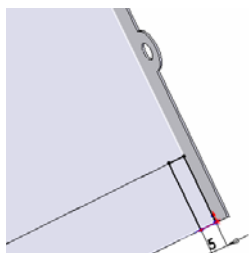
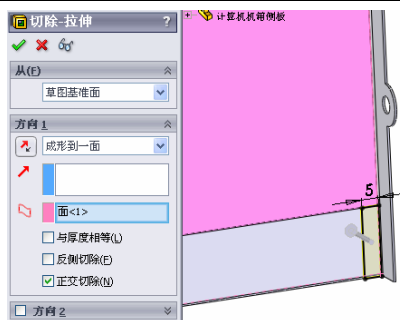

图 10-19 绘制草图
图 10-20 进行切除操作
⑦ 对褶边进行切除 1。选择褶边的表面作为基准面，绘制矩形草图，如图 10-19 所示。然后单击“特征”工具栏中的“切除拉伸”图标，拉伸终止条件选择“成形到一面”，如图 10-20 所示，然后单击“确定”图标。